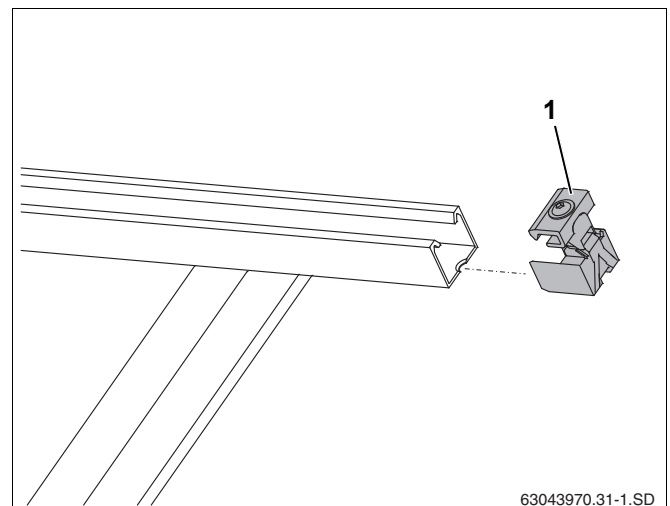

Рис. 45 Установка одностороннего зажима
- Вставить односторонние зажимы (рис. 45, поз. 1) в профильные рейки на правый стороне поля коллекторов до фиксации их в первом продольном отверстии профильной рейки.